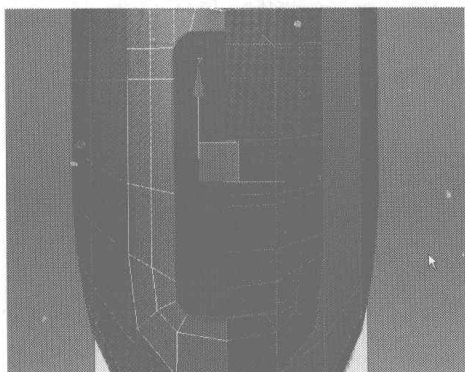
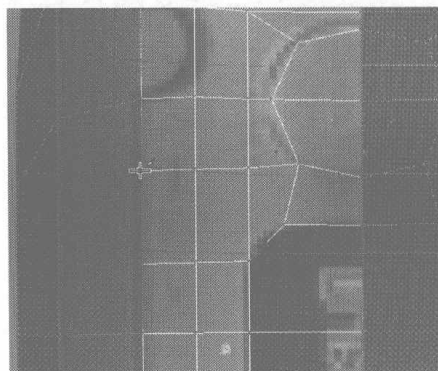
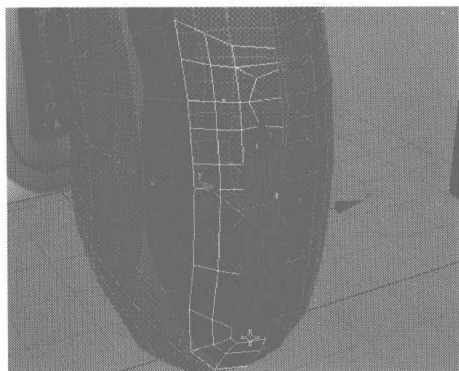
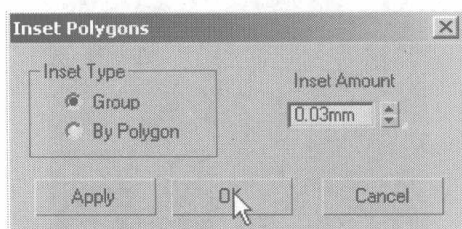

图 3.65
图 3.66
图 3.67
图 3.68
- 04** 选择如图 3.65 所示的面并将其删除, 调整节点后在如图 3.66 所示的位置添加细分线, 再选择如图 3.67 所示的面, 在 Edit Polygons 卷展栏中单击 **Inset** 右侧的小按钮, 在弹出的对话框中设置插入面的厚度参数, 如图 3.68 所示。